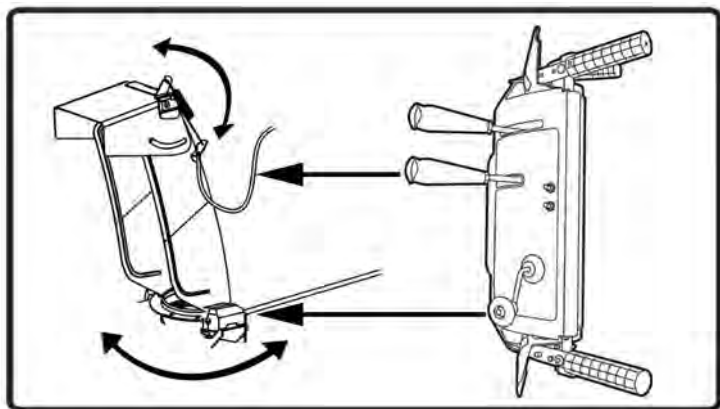

Рис. 54
Поверните против часовой стрелки, чтобы направить поток выбрасываемого снега влево. (Рис. 54)
4. При необходимости поменять направление выброса снега используйте рычаг поворота желоба (рис. 54).